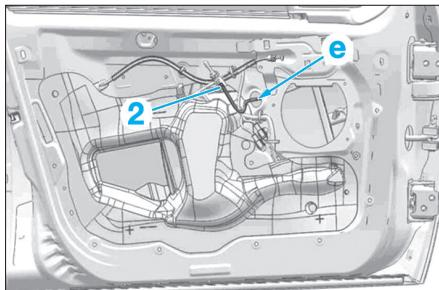

Fig. 83
- Dégager le câble (2) en (e).
- Déclipser le cache (3) situé sous le rétroviseur (Fig.83).